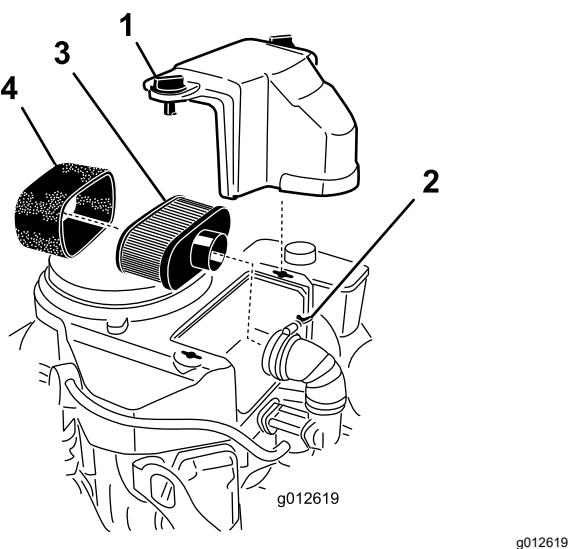

Figure 43
- Nettoyez la surface autour du filtre à air pour éviter que des impuretés n'endommagent le moteur en tombant à l'intérieur (Figure 43).
- Desserrez les boutons du couvercle et déposez le couvercle du filtre à air (Figure 43).
- Desserrez le collier et déposez le filtre à air (Figure 43).
- Sortez délicatement l'élément en mousse de l'élément en papier (Figure 43).
- Glissez délicatement l'élément en mousse sur l'élément en papier (Figure 43).
- Posez le filtre à air complet sur sa base ou sur le flexible et fixez-le en position (Figure 43).
- Mettez le couvercle du filtre à air en place et serrez les boutons du couvercle (Figure 43).
- Nettoyez l'élément en papier en le tapotant pour faire tomber la poussière. Remplacez-le s'il est très encrassé (Figure 43).